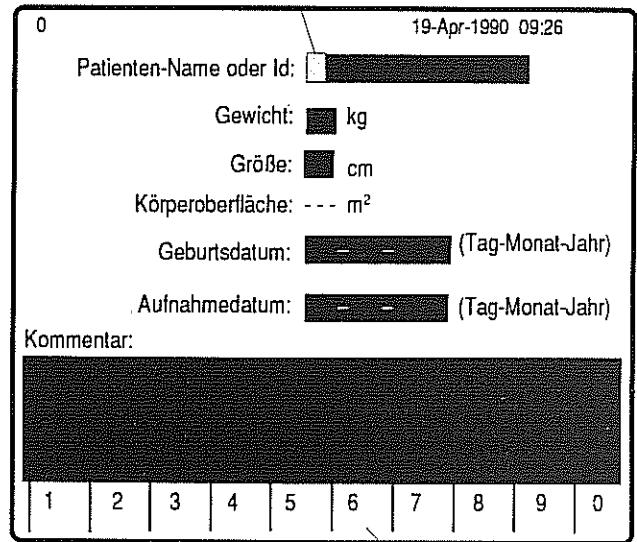

Bild 5
- * Der blinkende Cursor signalisiert, daß jetzt der Patientennamen eingegeben werden kann (Tastatur). Gleichzeitig werden die Funktionstasten unter dem Bildschirm zu Zifferntasten (1...0), mit denen - statt des Namens - eine Patientenkennummer und die weiteren Daten eingegeben werden können, falls keine Tastatur vorhanden ist (Bild 5).